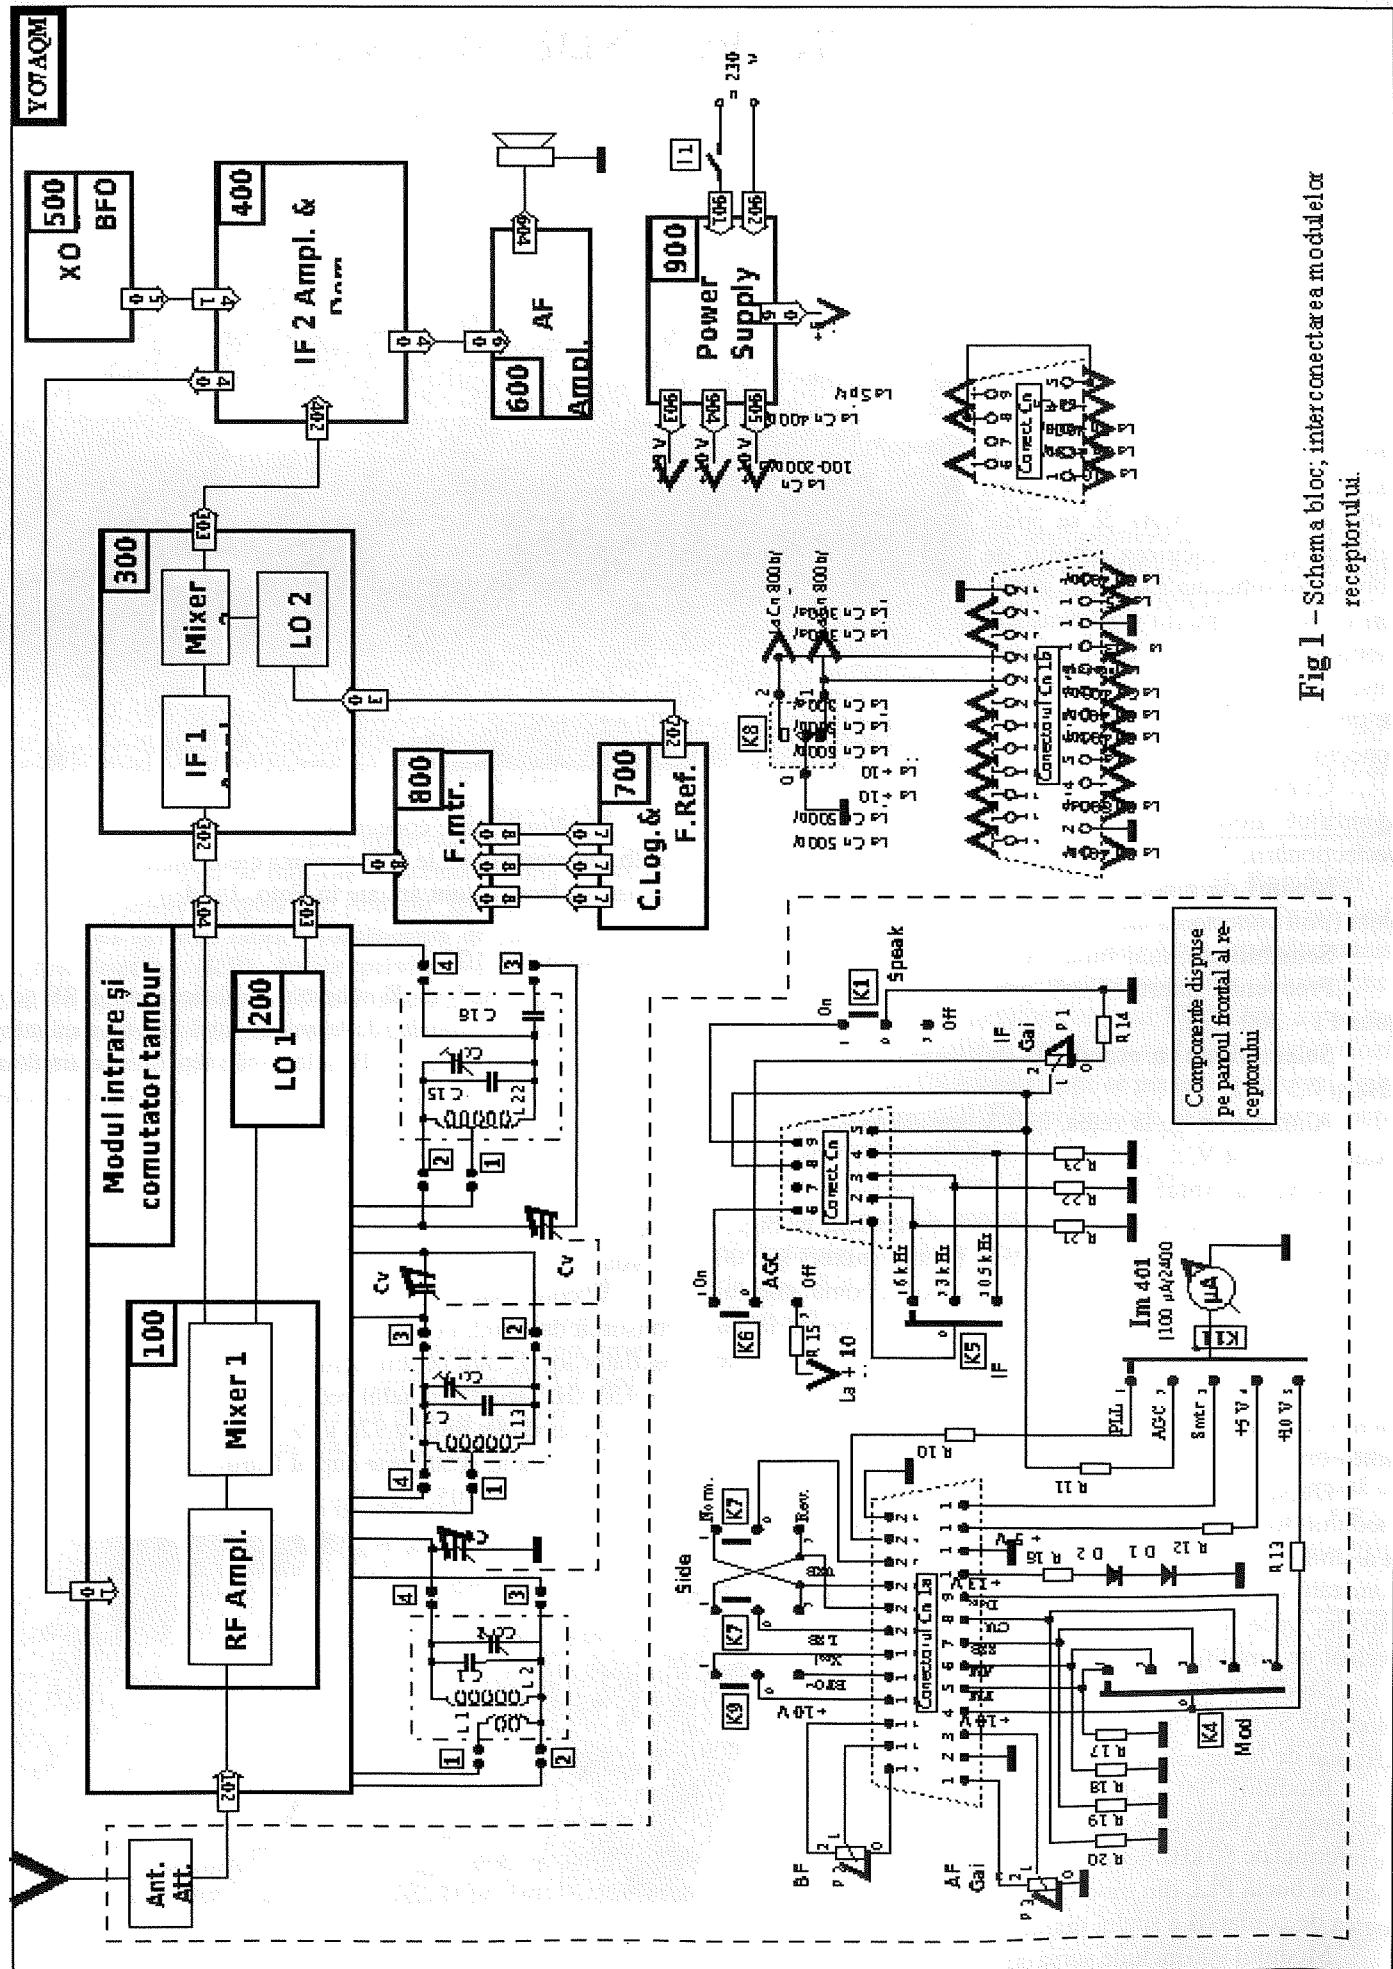

Fig. 1 – Schemă a bloc; interconectarea a modulelor receptorului.
**Comentariu:** Din aceasta notă, aflăm că în anul 1947, "Marea Uniune Sovietică", la 30 de ani dela victoria Revoluției din Octombrie 1917, la capitolul industrie radioelectronică, era la nivelul fabricării în producție de masă, pentru "fericirea" multelor milioane de țărani colhoznici, a unui radioreceptor cu simplă detecție (o... "galena"), într-o cutie de lemn. De altfel, în anul 1948, tot "ajutând România" (chiar împotriva voinei acesteia), îi va vinde (probabil printr-un troc cu cereale) și țării noastre "licență" de fabricație a acestui "minunat aparat", precum și piesele componente. Aceasta "galena" (fig.1 și 2) va fi fabricata la noua fabrică românească de radioreceptoare, Radio-Popular (RP). În ce privește cel de-al doilea radioreceptor, acesta nu era cu 7 tuburi electronice, ci numai cu 5 (poate s-a considerat că 2 tuburi erau ...duble!), și era vorba despre "Rekord - 47", un receptor de clasa inferioară, popular, cu UL și UM, cu scala circulară, cu bobine pe carcase de carton, și a cărui licență va fi și ea "cumpărată" de RP și fabricata în 1949 sub denumirea de "Record-S49U".
Schema bloc a receptorului este prezentată în Fig.1. Modulele 100 (amplificatorul RF și primul mixer) și 200 (primul oscilator local) sunt dispuse în blocul comutatorului tambur arătat în Foto.3 și 4. Acest bloc provine de la un receptor militar EKD fabricat în fosta RDG și include comutatorul tambur cu șase poziții, un condensator variabil cu trei secțiuni 10÷80 pF și sistemul de demultiplicare pentru acord brut (1/11) și fin (1/680).
Înfășurările pe asemenea ferite au un răspuns în frecvență ca în exemplul din Fig.1.
În toate cazurile cele două componente ale permeabilității variază cu frecvența total diferit una de alta, iar consecința (pentru două tipuri de ferită cu permeabilitate mare) se poate vedea în Fig.1 și Fig.2.
Să revenim pentru unele explicații la curbele din Fig.1: Pe măsură ce crește frecvența crește și rezistența serie "R", deci scade factorul de calitate "Q" al înfășurării. Frecvența la care  $Q=10$  se numește "frecvență critică" a feritei "Fcr".
Pe curbele din Fig.1 probabil "Fcr" se găsește undeva în zona în care începe să scadă inductanța (aproximativ 300 kHz).).